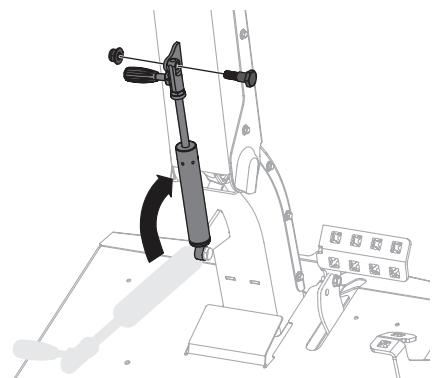

Figura 13
4. Mientras sostiene la columna del volante en posición elevada, utilice la otra mano para elevar el cilindro de cierre basculante, alineando los agujeros en la parte superior del cilindro con los agujeros en las placas de montaje del cilindro en la parte inferior de la columna del volante (Figura 13).
- Trabajando de derecha a izquierda, instale el tornillo con reborte a través de los agujeros alineados en el paso 4 y asegúrelos con las tuercas de seguridad con brida hexagonal. Ajuste los tornillos con reborte a 120-144 pulgadas-libras (14-16 N·m) (Figura 13 en la página 46).